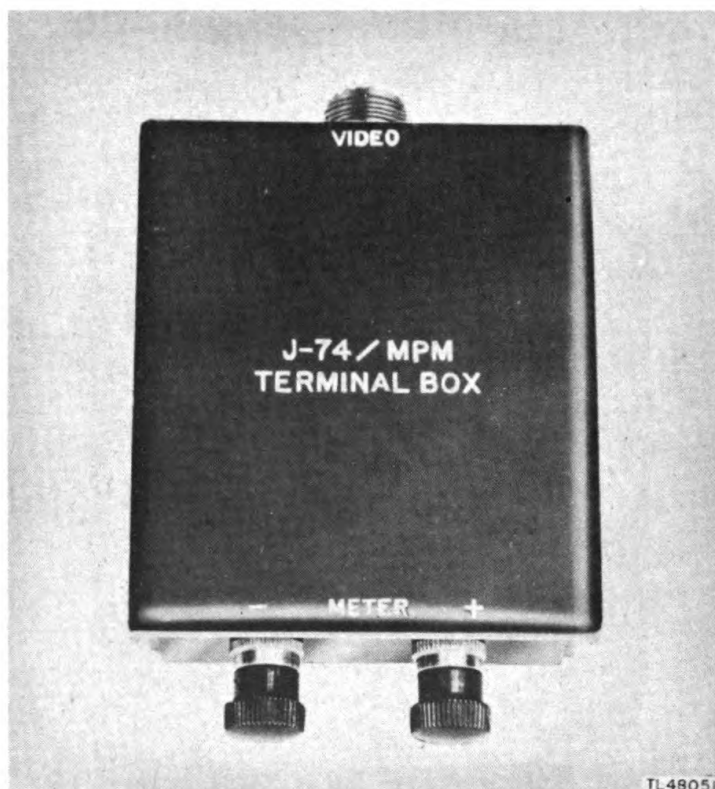

Figure 12. Terminal Box J-74/MPM.
14. TERMINAL BOX J-74/MPM (fig. 12).